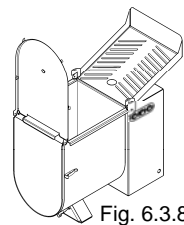

Fig. 6.3.8
- Si presenta ora una superficie liscia e facile da pulire. Fig. 6.3.8. Procedere ad una accurata pulizia della macchina e se necessario alla sua disinfezione.